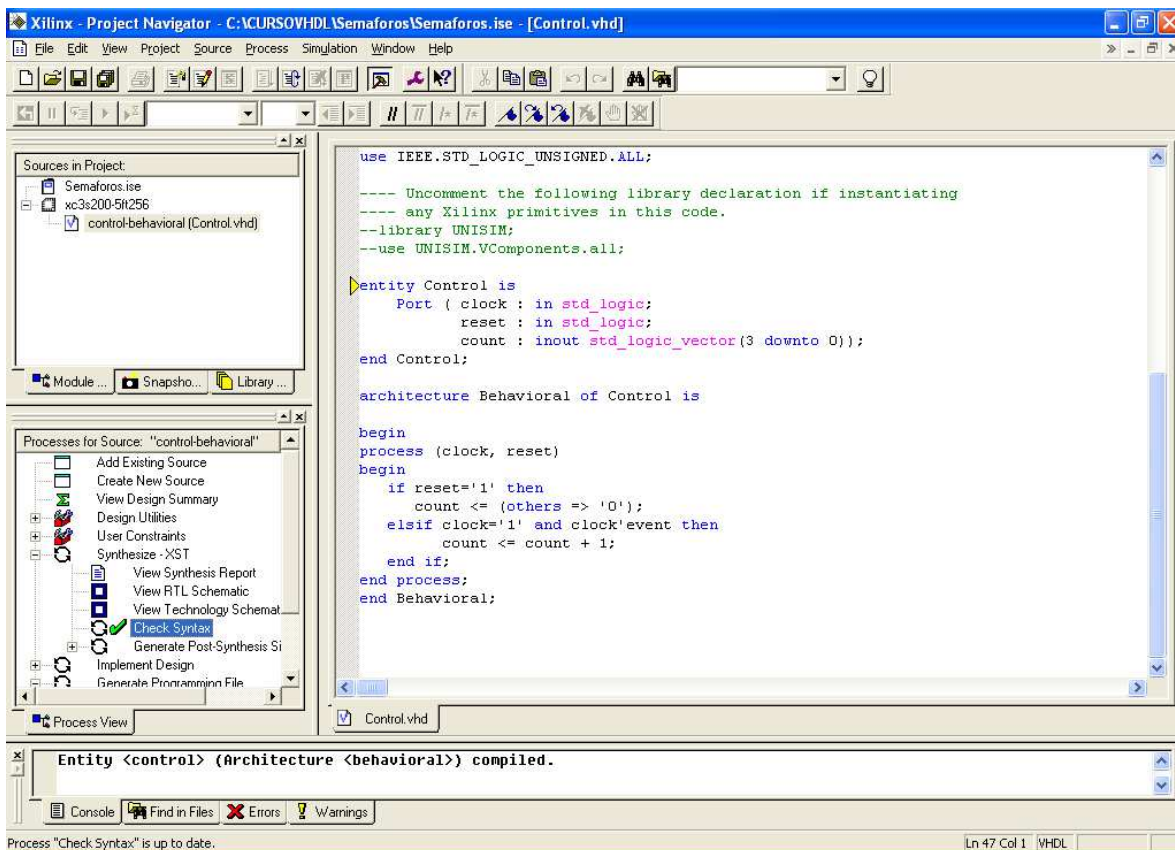

Figura 6.10. Verificación de la sintaxis.
- Verifique la sintaxis del código. En la ventana de procesos asociados al archivo “control”, localice “Synthesize XST” y dé doble “click” en la opción “Check Syntax”. La figura 6.10 muestra este proceso. Si la sintaxis tiene errores, el procesador de sintaxis mostrará una cruz roja en el proceso donde dice “Check Syntax” y en la ventana de mensajes aparecerá el error y su ubicación en el archivo con el código. Si no hay errores, en el proceso aparecerá una paloma verde, como se muestra en la figura 6.10. De esta manera el módulo VHDL “Control” está completo.